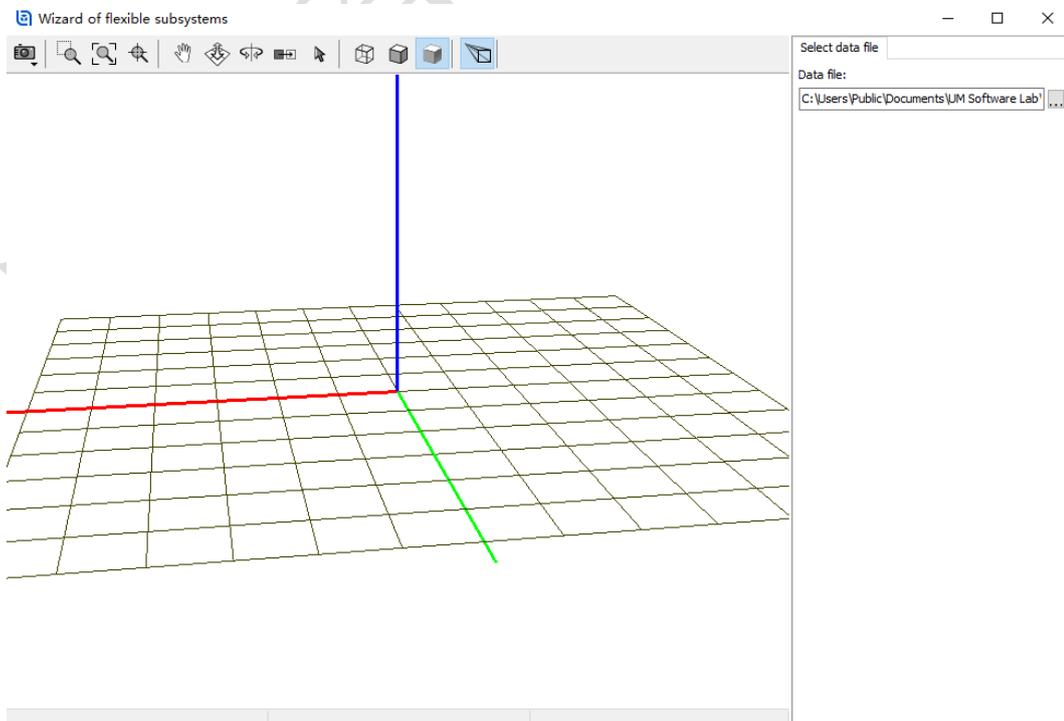
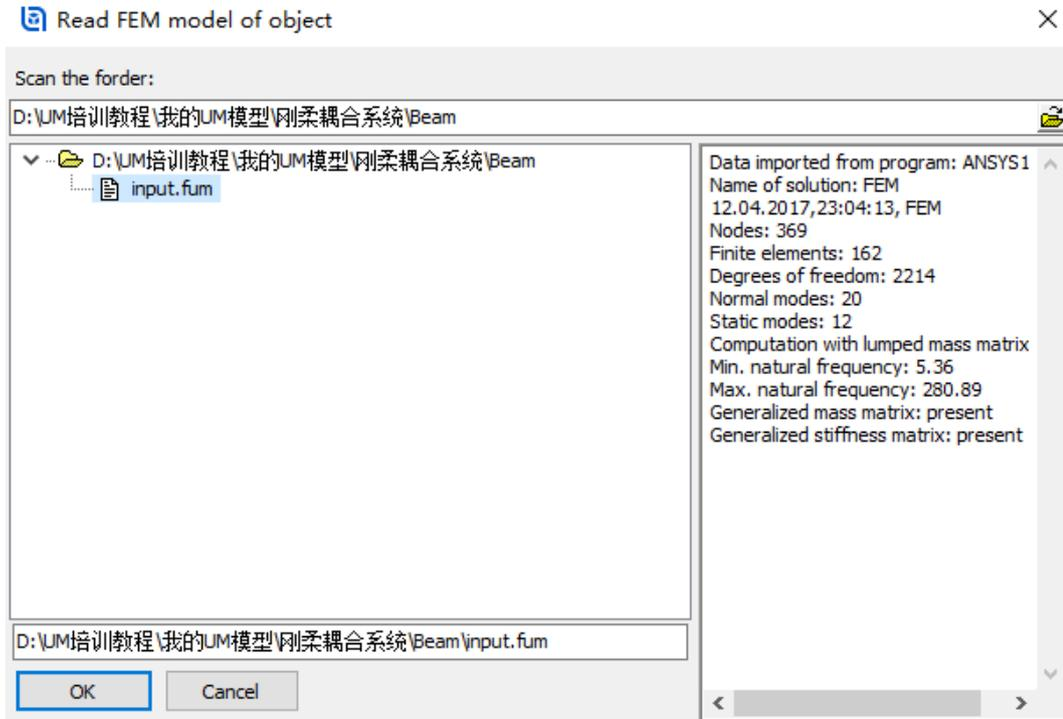

图 2-95
图 2-96
- 4) 在图 2-95 界面右侧点击按钮, 在文件浏览器中定位到路径“D:\UM 培训教程\我的 UM 模型\刚柔耦合系统\Beam”, 选中 input.fum, 点击 OK, 如图 2-96。